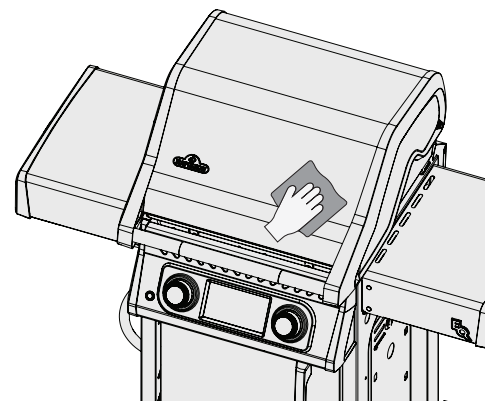

Fig. 9
- Torka alltid i riktning med kornet. (Fig. 9)